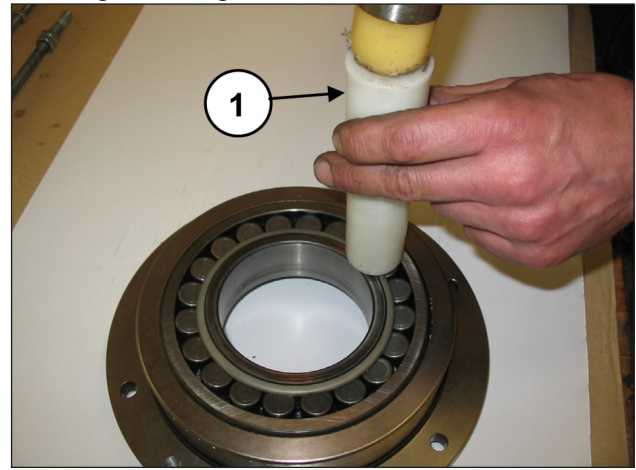

Abb. 25
Trennen Sie den Lagerdeckel vom Lager mithilfe eines Werkzeugs mit Schlagwerk (Pos. ①, Abb. 25).